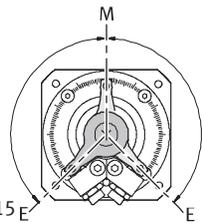

Рис. 15
5. Предпочтительно использовать одинаковый угол относительно оси симметрии M DSM (Рис. 15). Это способствует более плавному повороту вправо-влево.